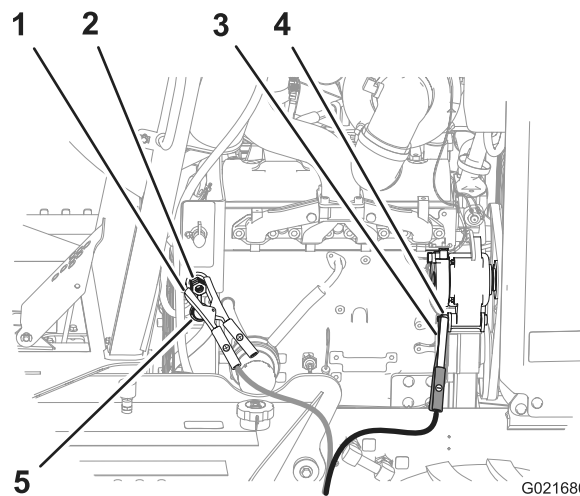

Bild 59
4. Nehmen Sie die Abdeckung vom Starthilfepol ab (Bild 59).
5. Schließen Sie das Plus-Starthilfekabel (+) am Starthilfepol an (Bild 59).
6. Schließen Sie das Minus-Starthilfekabel (-) an der Erdung an, wie z. B. die Mutter am Drehpunkt für die Lichtmaschine (Bild 59).